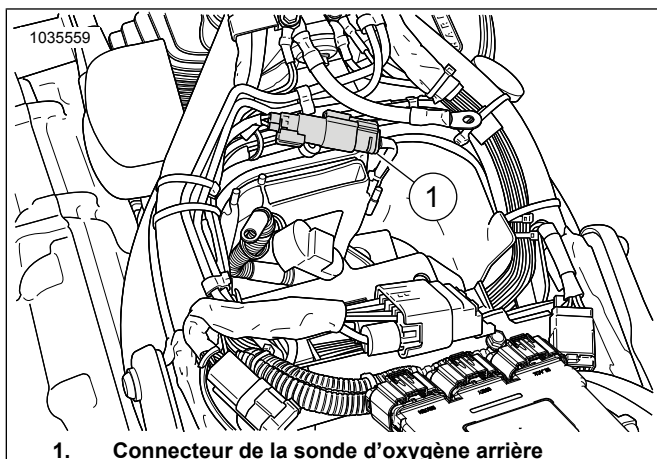

Figure 31. Emplacement de la sonde d'oxygène arrière
Consultez Figure 31 . Débranchez le connecteur de la sonde d'oxygène chauffante arrière (1) du faisceau électrique principal.
Consultez Figure 31 . Faites passer le connecteur noir du faisceau vers le faisceau électrique principal. Faites correspondre les couleurs des connecteurs : noir avec noir.